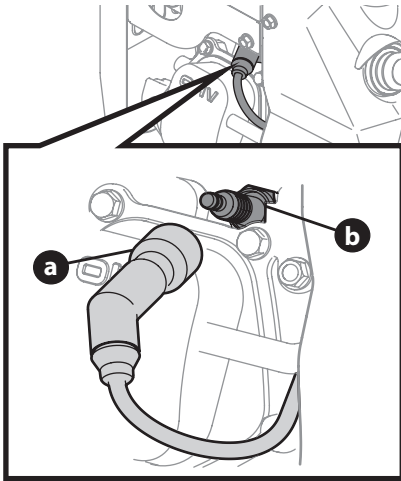

Figura 8
1. Desconecte con cuidado el cable de la bujía (a) y manténgalo alejado de la misma (b). Consulte la Figura 8 para determinar dónde está la bujía.
1. Quite la funda de la bujía (Figura 8).